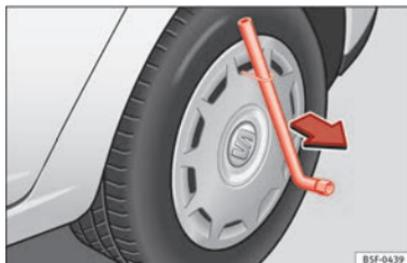

Fig. 182 Retirar el embellecedor integral.
- Retire el embellecedor integral de la rueda con el gancho de alambre » **fig. 182**.